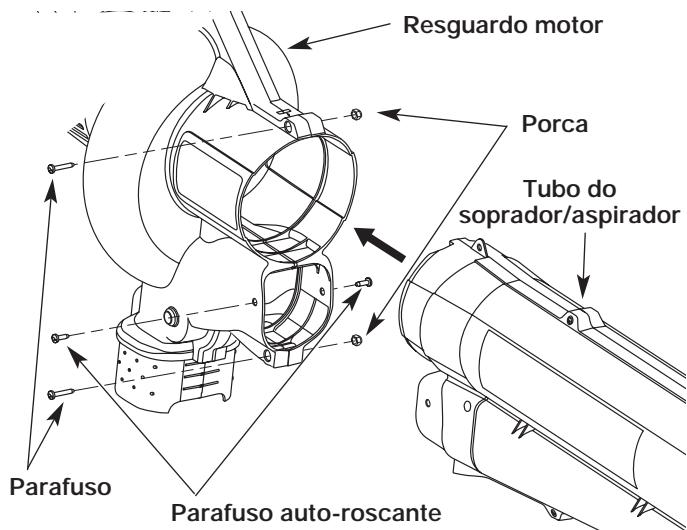

Fig. 1
2. Introduza o tubo do soprador/aspirador a fundo na abertura do resguardo do motor, para que os orifícios dos encaixes do tubo do soprador/aspirador fiquem alinhados com os furos dos parafusos do resguardo (Fig. 1).
2. Retire os 2 (dois) parafusos e porcas que fixam o tubo do soprador/aspirador ao resguardo (Fig. 1).